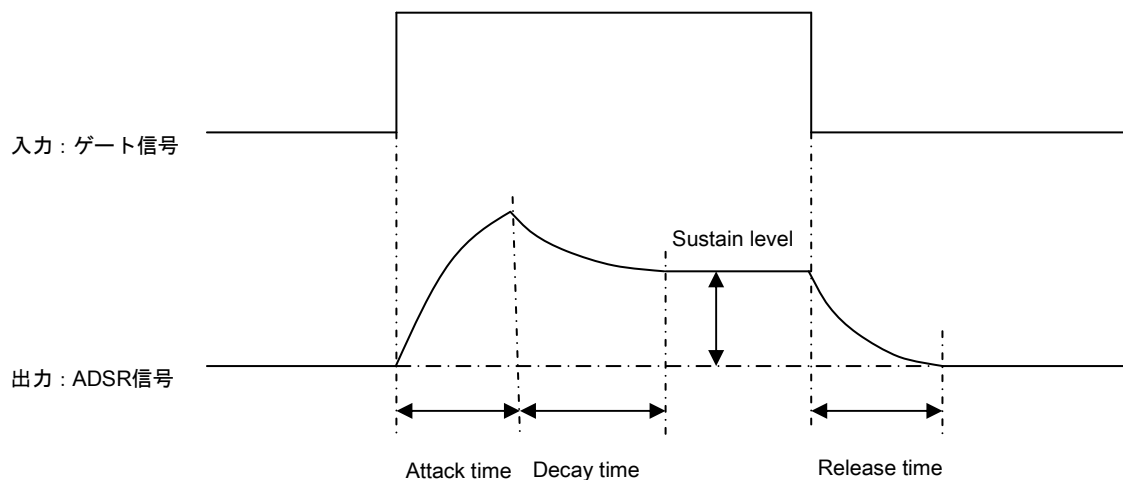

図 2-2 エンベロープ・ジェネレータの入力と出力
図 2-2 は、EG の入力と出力の関係を説明する図です。まず、ゲート入力のない初期状態では、出力もゼロです。ゲート信号が立ち上がると、EG の動作が開始します。最初に、出力は、ゼロから最大値まで立ち上がります。この立ち上がり時間は Attack Time (A) で設定します。出力が最大値に達すると、減衰を開始します。この速さは Decay Time (D) で設定します。ゲート入力がある間は、減衰後 Sustain Level (S) で設定したレベルに落ち着きます。そして、ゲートをオフにすると、ゼロに向けて減衰します。この速さは、Release Time (R) で設定します。EG は、このように、時間的に変動する CV パターンを発生し、シンセサイザーの音に変化を与えます。